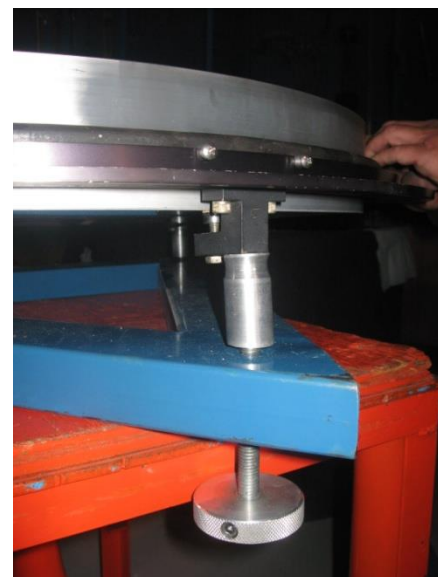

Figura 20: Colocación del cinturón de neopreno.
- 4.4. Se procede a colocar el cinturón de neopreno. Éste tiene una pequeña ceja por ambos lados que encaja alrededor del espejo y se apoya alrededor del anillo. Se coloca el cinturón haciendo coincidir los tubos de acero inoxidable con los rebajes que tiene el anillo de aluminio (ver *Figura 20*).